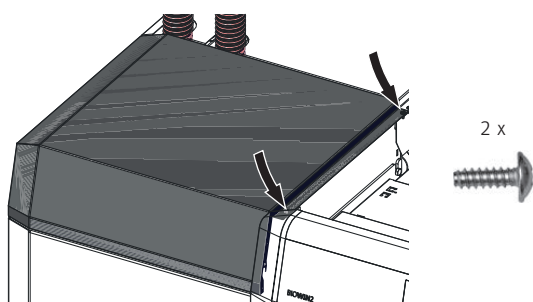

Fig. 117 Posizionare il coperchio del rivestimento serbatoio davanti e fissarlo con 2 viti autofilettanti
- Posizionare il coperchio del rivestimento serbatoio davanti sulla caldaia o infilarlo anteriormente e fissarlo con 2 viti autofilettanti – Fig. 117.